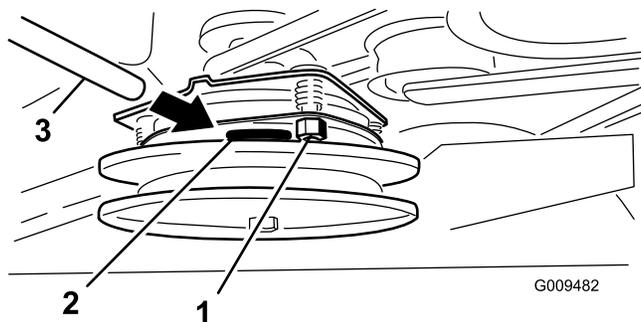

Figura 57
2. Apriete las contratuercas hasta fijar ligeramente la galga pero dejando que ésta se pueda mover con facilidad en la separación (Figura 57).